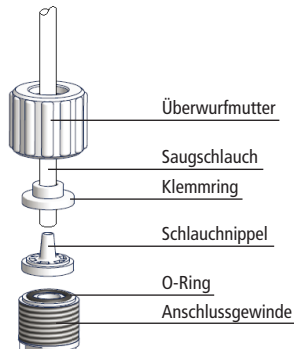

Abb. 3.1 Schlauchanschluss
- Schieben Sie den Schlauch durch die Überwurfmutter und den Klemmring auf den Schlauchnippel, wie in der Abb. 3.1 gezeigt. Achten Sie darauf, dass der Schlauch bis zum Anschlag auf den Schlauchnippel geschoben ist.